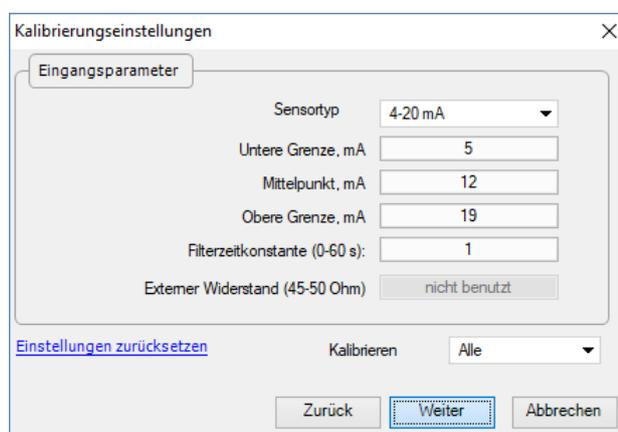

Abb. B.3 Kalibrierungseinstellungen
6. Wählen Sie den Typ des Eingangssignals und die anderen Kalibrierungsparameter aus (Abb. B.3).